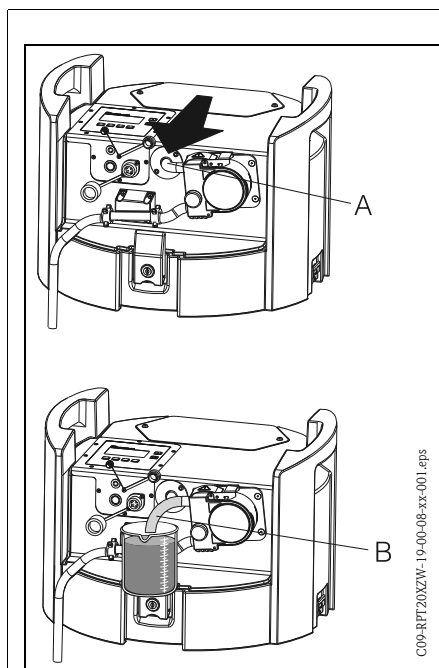

Fig. 12: Taratura del volume del campione
3. Togliere il tubo flessibile della pompa, che è già installato, dal relativo raccordo (→ Fig. 12, pos. A) e inserirlo nel bicchiere graduato (→ Fig. 12, pos.B).
13. Inserire di nuovo il tubo flessibile della pompa nel relativo raccordo sino al punto di arresto (→ Fig. 12, pos. A).